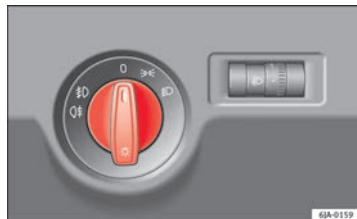

Fig. 54 Quadro strumenti: Interruttore delle luci
La posizione dei comandi nei veicoli **con guida a destra** differisce parzialmente dalla posizione qui mostrata ⇒ **fig. 54** ⇒ pagina 98. Tuttavia i simboli che indicano le rispettive posizioni dei comandi sono uguali.
- Girare l'interruttore ⇒ **fig. 54** sulla posizione .
- Ruotare l'interruttore delle luci ⇒ **fig. 54** nella posizione 0. ■
Ruotare l'interruttore delle luci → fig. 54 → pagina 98 nella posizione 0.
- Ruotare l'interruttore delle luci $\Rightarrow$ fig. 54 **A** $\Rightarrow$ pagina 98 portandolo in posizione $\Rightarrow$ e bloccare il veicolo.